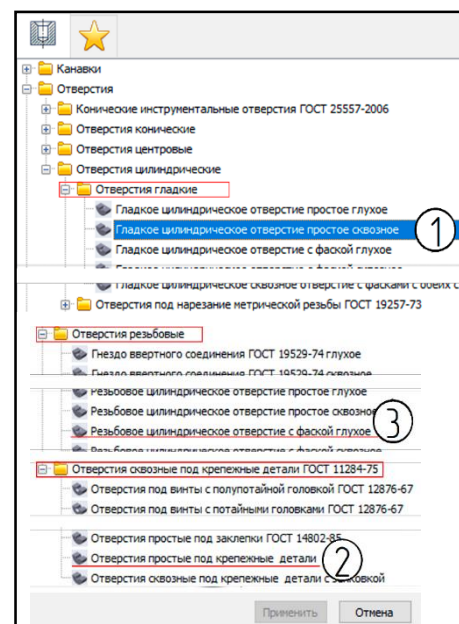
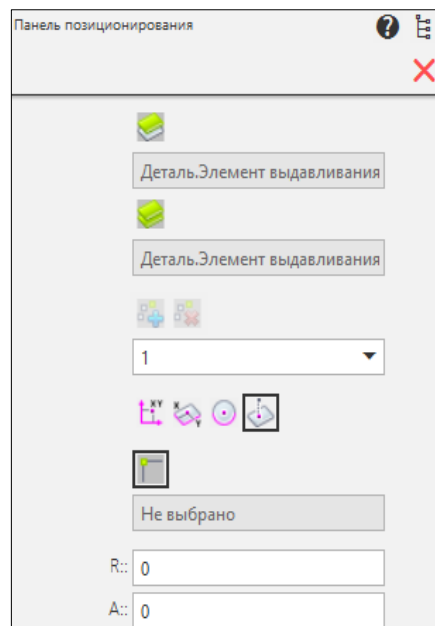

Рис. 44
Рис. 49
Откройте окно приложения *Стандартные изделия* (рис. 44), вызвав команды *Приложения – Стандартные изделия – Вставить конструктивный элемент*.
Снова откройте окно приложения *Стандартные изделия* (см. рис. 44). Найдите элемент *Отверстия простые под крепежные детали (2)*. Задайте начальную и конечную поверхности, указав верхнюю и нижнюю грани основания *Корпуса*. Выберите способ построения – *По точке* (рис. 49). Укажите созданную точку для позиционирования отверстия. Щелкните по кнопке *Создать объект* ✓. Вновь появится главное окно приложения *Стандартные изделия*. Здесь необходимо задать значение диаметра стержня крепежной детали.
В разделе *Отверстия резьбовые* (см. рис. 44) найдите *Резьбовое цилиндрическое отверстие с фаской глухое (3)*. Укажите *Начальную поверхность* и точку на плоской грани выхода *Корпуса*.